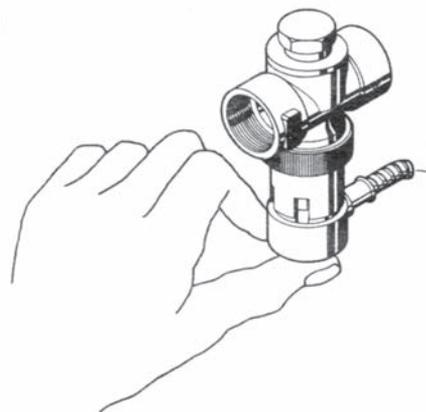

Fig. 20 Dispositivo di scarico di termoprotezione
- Premere il cappuccio rosso contro la valvola (Fig. 20) > l'acqua deve fuoriuscire nell'imbuto.